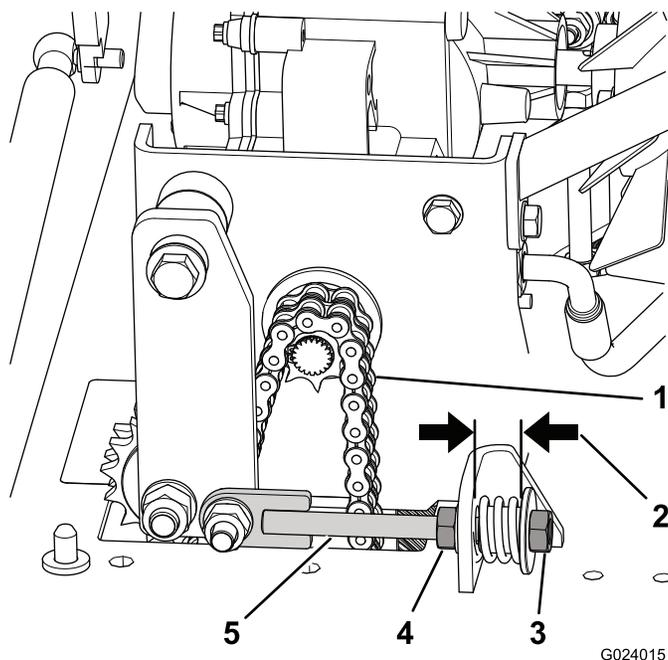

Figura 34
- Liberte a porca de bloqueio da barra tensora (Figura 34).
- Aperte ou desaperte a porca tensora até a distância entre o espaçador e suporte fixo ser de 19 mm; consulte a Figura 34.